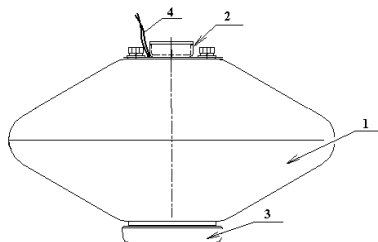
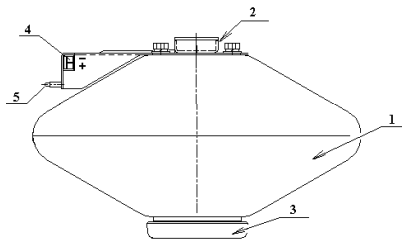

Рис. 1 – Вид МПП «Гарант-5» исп. 1
Рис. 2 – Вид МПП «Гарант-5» исп. 2
4.1 Модуль «Гарант-5» конструктивно исполняется в двух вариантах: исп. 1 и исп. 2 (см. рис. 1 и рис. 2, соответственно)¹.
МПП «Гарант-5» исп. 2 предназначен для использования только с прибором приёмно-контрольным пожарным и управления (ППКПУ) серии «УУРС» версии ПО № 2. При этом обеспечивается автоматический контроль и индикация (поз. 5 рис. 2) исправности (отсутствие обрыва и короткого замыкания) цепи запуска данного МПП.
6.6 При использовании МПП «Гарант-5» исп. 2 совместно с ППКПУ серии «УУРС» вер. 2 расположить светодиод индикации исправности цепи запуска модуля (поз. 5 рис. 2) с учётом удобства обзора снизу.